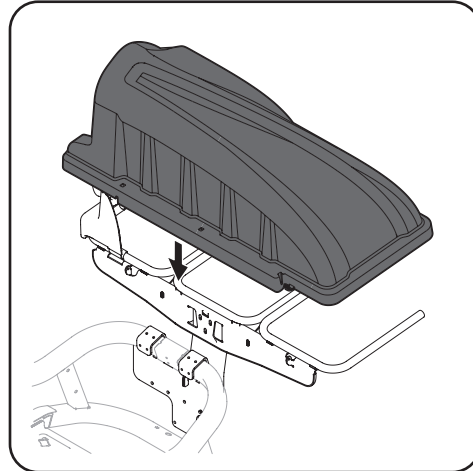

Figura 4-20
1. Coloque el montaje de la varilla del maletero (747-06043) en el maletero con 2 tornillos con reborde (738-1225) y dos tuercas de seguridad con brida (712-04064) del paquete de engranajes 689-00636. Compruebe que los tornillos con reborde (738-1225) se coloquen en el interior del maletero. Consulte la Figura 4-20.